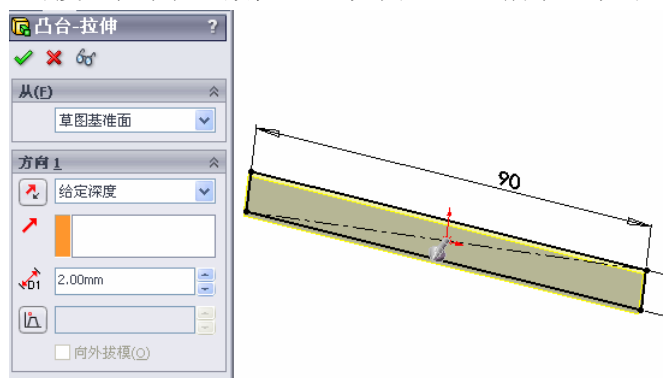

图 10-117 进行拉伸操作
③ 生成“拉伸”特征。选择菜单栏中的“插入”→“凸台/基体”→“拉伸”命令, 或者单击“特征”工具栏中的“拉伸凸台/基体”图标, 系统弹出“凸台-拉伸”属性管理器, 在方向 1 的“深度”栏中键入数值: 2, 如图 10-117 所示, 单击“确定”图标。